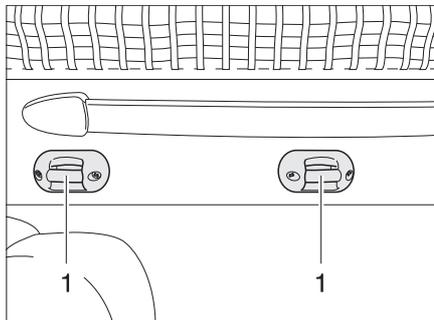

Bild 140 Halterung Aufstiegsleiter
- Die Aufstiegsleiter mit beiden Bügeln in die Krampen (Bild 140,1) am Hubbett einhängen.